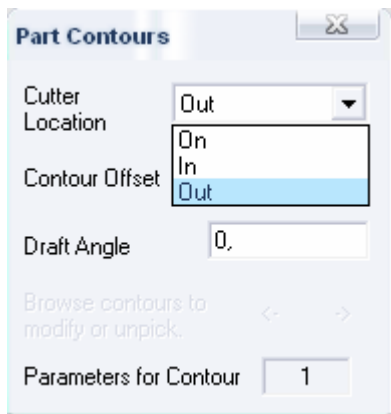
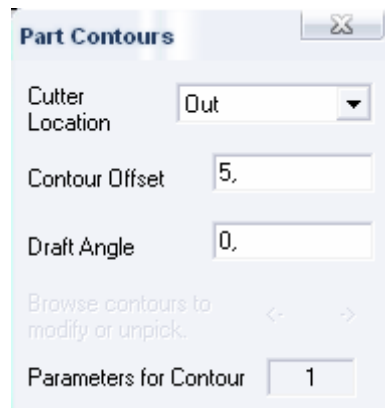

Рисунок 22 - Выбор положения инструмента
Рисунок 23 - Задание расстояния до эквидистанты
8.3. Задание геометрии обработки. На данном этапе открывается окно Geometry (Геометрия), в котором задаем контур детали. Для этого нажимаем на кнопку Part Contours (Контур детали), после чего открывается одноименное диалоговое окно. В этом окне указываем положение инструмента – снаружи (рисунок 22) и расстояние от контура до эквидистанты 5 мм (рисунок 23).